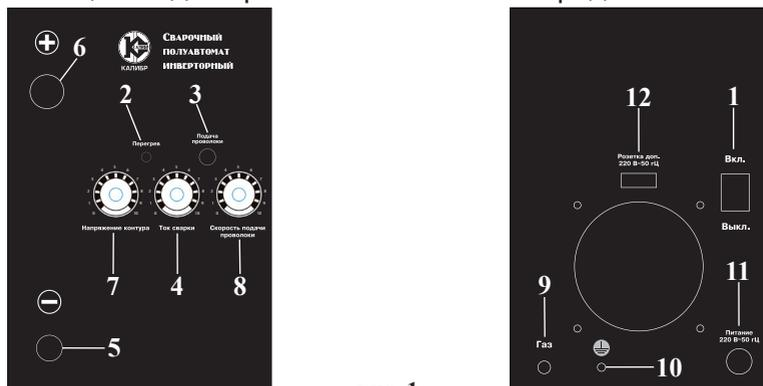

рис. 1
3.1 Общий вид сварочника схематично представлен на рис. 1\*:
- Подсоедините газовую трубку к сварочному аппарату **9** (рис. 1), другой конец подсоедините на выходы редуктора баллона и затяните её металлическим хомутом.
Кабель «Минус» - зажим соединяется со свариваемой деталью или с металлическим столом на котором она лежит, как можно ближе к свариваемому соединению. Рабочий кабель необходимо соединить с клеммой, обозначенной символом (-) **5** (рис. 1)
Сварочная горелка подключается к клемме (+) **6** (рис. 1)
- Вставьте вилку сварочного аппарата в питающую сеть, убедившись в том, что показания на сварочном аппарате и на питающем щитке совпадают. включите сварочный аппарат, нажмите на кнопку движения проволоки на панели управления **3** (рис. 1), подождите, пока проволока не пройдёт по всей длине направляющего шланга и её конец не покажется на 10 -15 мм из передней части горелки,затем отпустите кнопку.
Во время сварки так же можно регулировать скорость подачи проволоки к сварочной горелке **8** (рис. 1).
- Включите сварочный аппарат и настройте мощность сварочного тока при помощи переключателя на передней панели аппарата 4 (рис. 1).